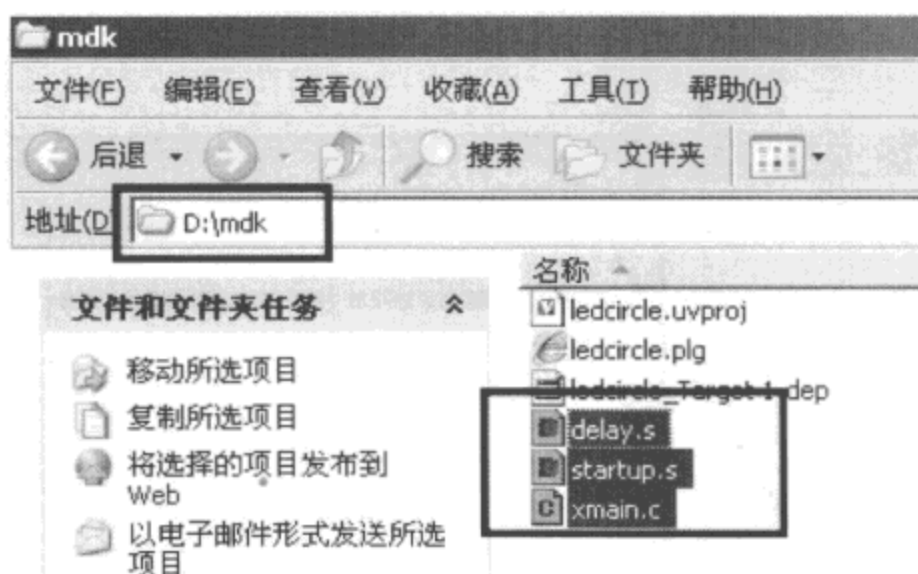

图 1-42 将示例代码复制到工程目录下
(7) 将光盘根目录\work\armarch\mdk 目录下 delay.s, startup.s, xmain.c 这 3 个文件复制到新建的工程目录 D:\mdk 中,如图 1-42 所示。